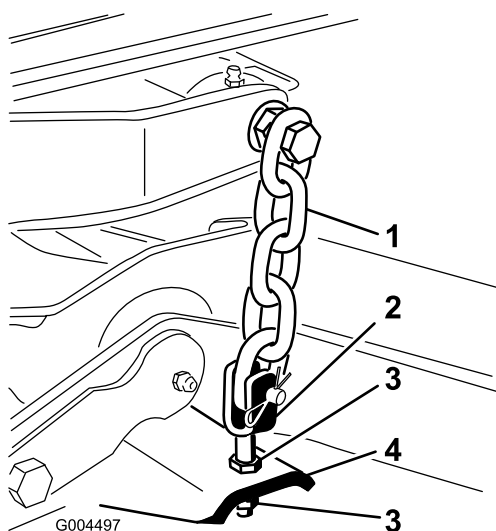

Figura 24
8. Ajuste as porcas de segurança que prendem as forquilha/correntes do cortador ao cortador até que o cortador fique nivelado (Figura 24).
7. Ajuste as porcas de segurança que prendem as forquilha/correntes do cortador para elevar a traseira do cortador de forma a que a inclinação da lâmina fique definida para 8 mm (Figura 24).